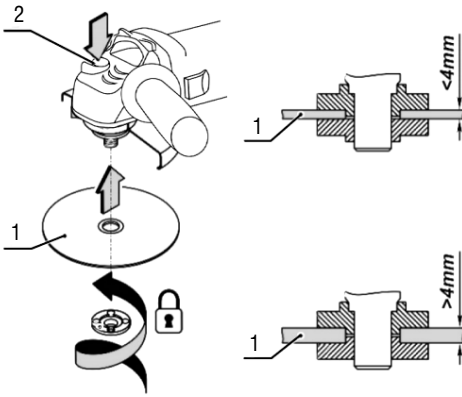

Fig. 5 – Montagem do disco na máquina
3. Coloque o disco (1);
4. Coloque a porca, para discos com espessura inferior a 4 mm coloque o rebaixo do flange para o lado externo e para discos com espessura superior a 4 mm coloque o rebaixo voltado para dentro (lado do disco), conforme mostra a fig. 5;